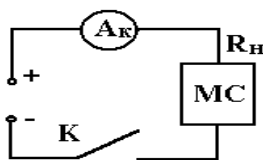

Рис.5.2 .Схема включения амперметра
Схема включения амперметра (A_k) изображена на рис.5.2. Для регулирования силы тока в цепи используется магазин сопротивлений (МС).
1. Соберите схему согласно рис. 5.2. Установите на амперметре предел измерений $7,5 \cdot 1$ мА. На магазине сопротивлений установите сопротивление нагрузки $R_n = 1000$ Ом.